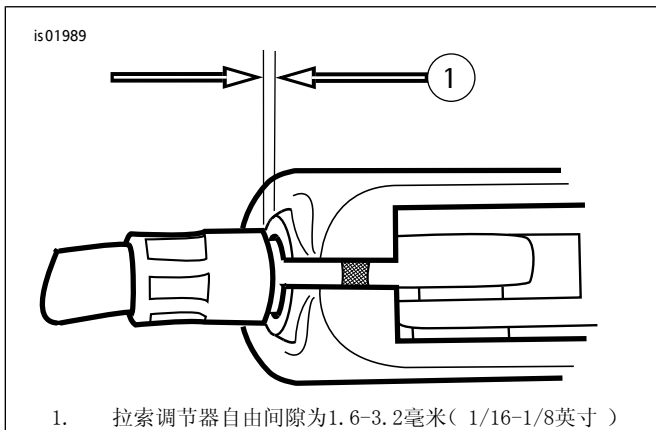

图2。调节离合器拉索
- 转动拉索调节器使其离开锁紧螺母，直至手杆处不再松弛。将离合器拉索套圈从离合器杆支架上拉开，检查自由间隙。根据需要转动拉索调节器，在拉索套圈顶端与离合器杆支架之间形成1.6-3.2毫米(1/16-1/8英寸)的自由间隙，如图2所示。